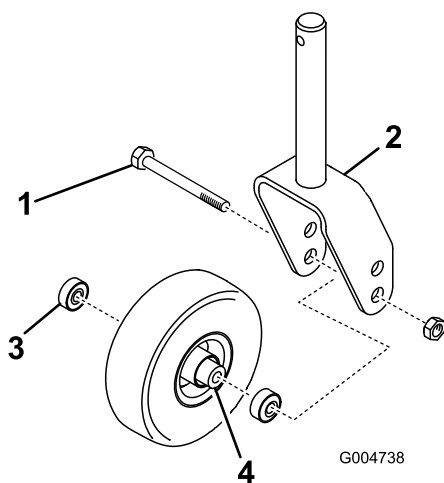
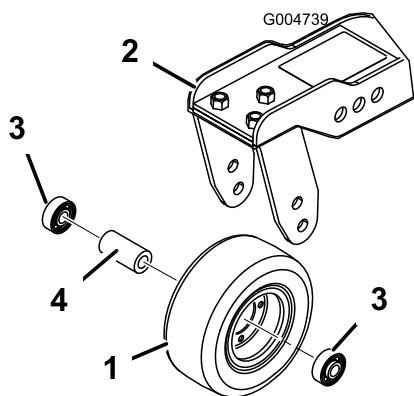

Рисунок 107
Рисунок 108
1. Выверните контргайку с болта, удерживающего узел поворотного колеса между вилкой (Рисунок 107) или рычагом (Рисунок 108) поворотного колеса.
2. Извлеките подшипник из ступицы колеса и дайте выпасть распорной втулке подшипника (Рисунок 107 и Рисунок 108).